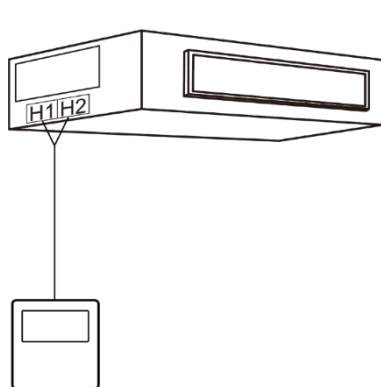

Fig. 5.4.1
1) La Fig. 5.4.1 mostra l'installazione del controller cablato.